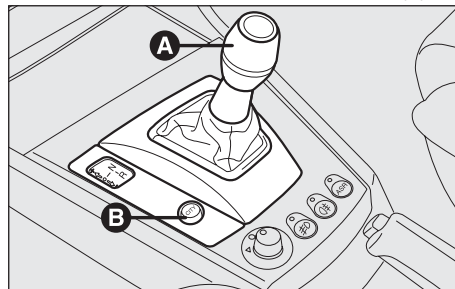

fig. 130
- le levier de commande sur la console centrale (**A-fig. 130**);
La modalité de fonctionnement **MANUELLE** est actionnée: lorsque, en modalité **CITY** sélectionnée, on enfonce de nouveau le poussoir **CITY (B-fig. 130)**, excluant ainsi la modalité précédemment sélectionnée.